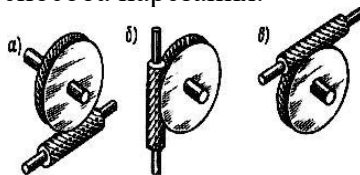

Рисунок 3 Виды расположения червяка
3. В зависимости от расположения червяка относительно колеса (рис. 3) передачи бывают: с нижним (а), боковым (б) и верхним (в) червяками. Чаще всего расположение червяка диктуется условиями компоновки изделия. Нижний червяк обычно применяют при окружной скорости червяка 4...5 м/с во избежание потерь на перемешивание и разбрызгивание масла.